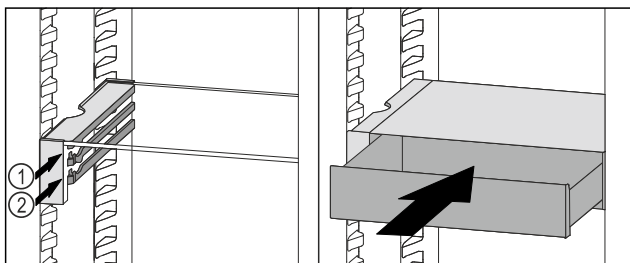

Fig. 129
- ▶ Plasser VarioSafe-skuffen bak stopperne på ønsket rille Fig. 129 (1) eller Fig. 129 (2).